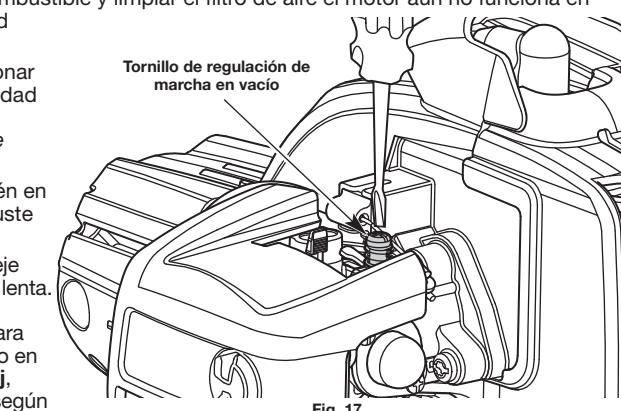

Fig. 17
- Suelte el gatillo del regulador y deje que el motor funcione en marcha lenta. Si el motor se apaga, use un destornillador pequeño Phillips para girar el tornillo de marcha en vacío en el **sentido de las agujas del reloj**, dándole 1/8 de vuelta cada vez (según sea necesario), hasta que el motor funcione en marcha en vacío sin inconvenientes (Fig. 17).